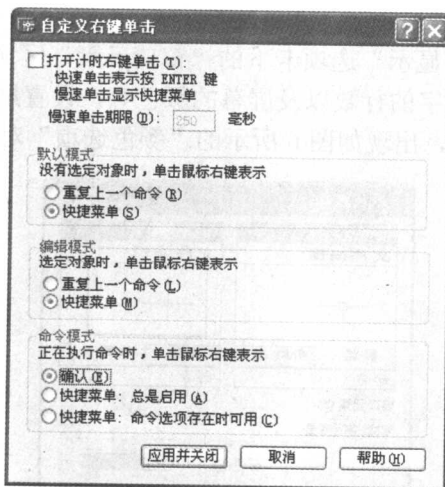

图 8 “自定义右键单击”对话框
(2) 单击 **自定义右键单击** 按钮, 出现如图 8 所示的“自定义右键单击”对话框。